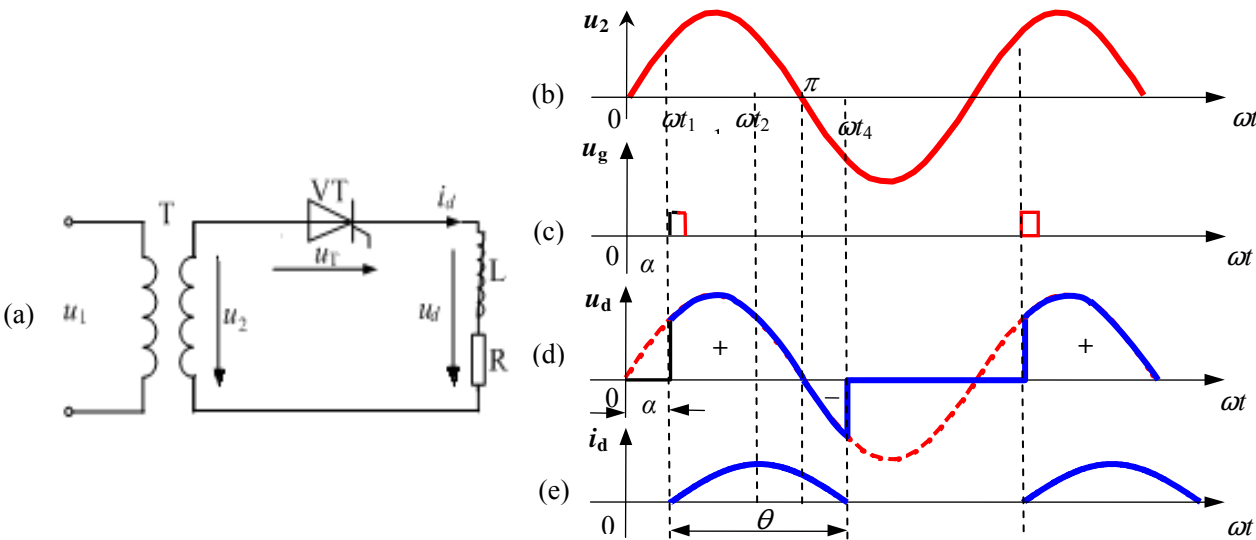

图 8 单相半波整流电路
4. (5 分)图 8(a)所示单相半波整流电路, 电感性负载, 工作波形如图 8(b)、(c)、(d)、(e)所示, 试分析  $\omega t_1 \sim \omega t_4$  能量平衡关系, 即交流电源  $u_2$ 、电感  $L$ 、电阻  $R$  输出能量、吸收能量, 或者消耗能量情况, 填入下表中。